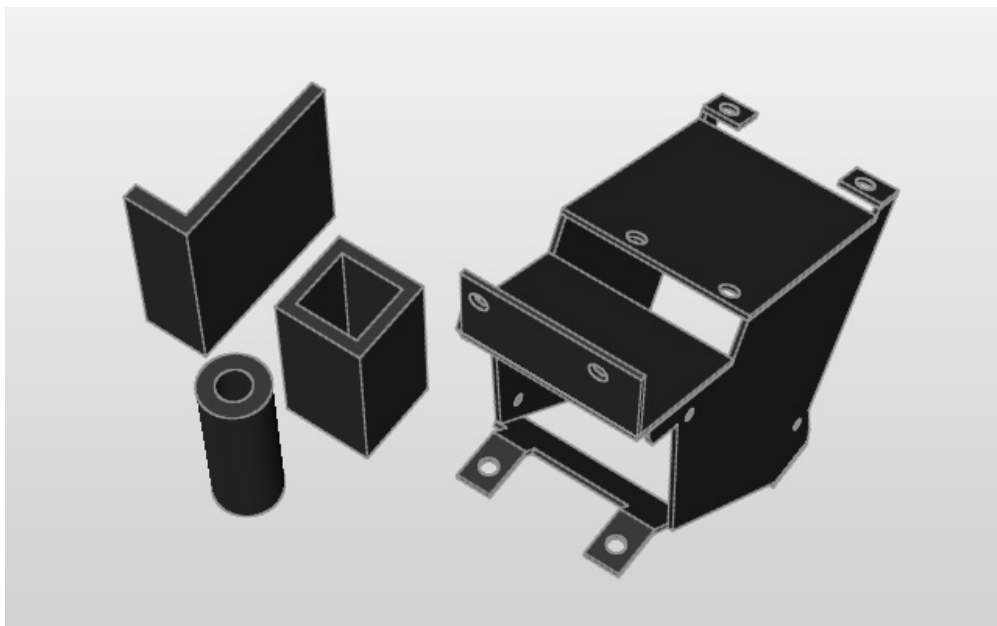

图 14-9
2) 选择几何功能区中的中面工具，可以应用中面的零件显示为红色，如图 14-9 所示。